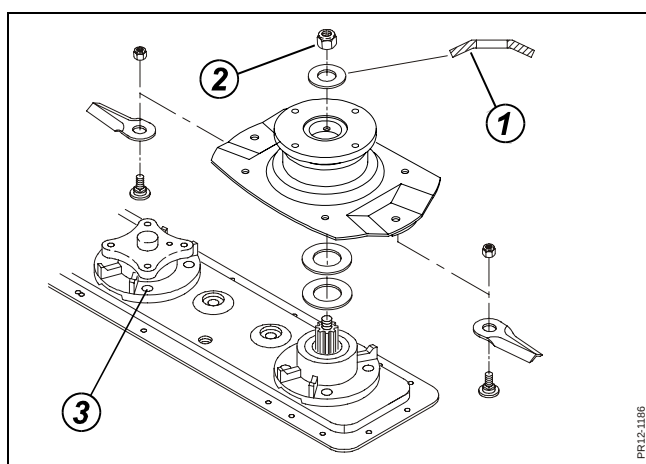

Fig. 5-27
Fig. 5-27 Fjderskiven (1) over indgangsskiven vendes, som vist, så den buer opad. Møtrikken (2) spændes til **190 Nm** (19 Kpm). Boltene (3), der fastholder skivelejet til bjælken, spændes til **85 Nm** (8,5 Kpm).